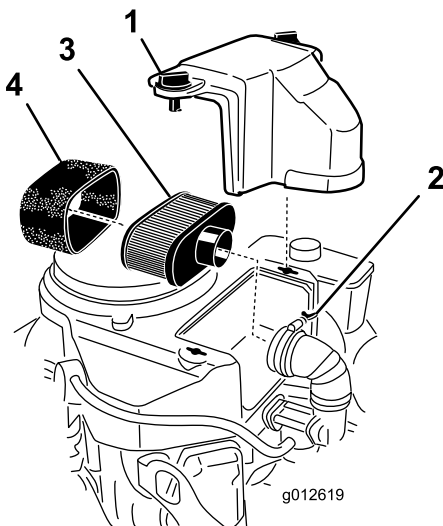

Figure 38
3. Nettoyez la surface autour du filtre à air pour éviter que des impuretés n'endommagent le moteur en tombant à l'intérieur (Figure 38).
4. Desserrez les boutons du couvercle et déposez le couvercle du filtre à air (Figure 38).
5. Desserrez le collier et déposez le filtre à air (Figure 38).
6. Sortez délicatement l'élément en mousse de l'élément en papier (Figure 38).
1. Nettoyez l'élément en papier en le tapotant pour faire tomber la poussière. Remplacez-le s'il est très encrassé (Figure 38).
1. Glissez délicatement l'élément en mousse sur l'élément en papier (Figure 38).
2. Posez le filtre à air complet sur sa base ou sur le flexible et fixez-le en position (Figure 38).
3. Mettez le couvercle du filtre à air en place et serrez les boutons du couvercle (Figure 38).